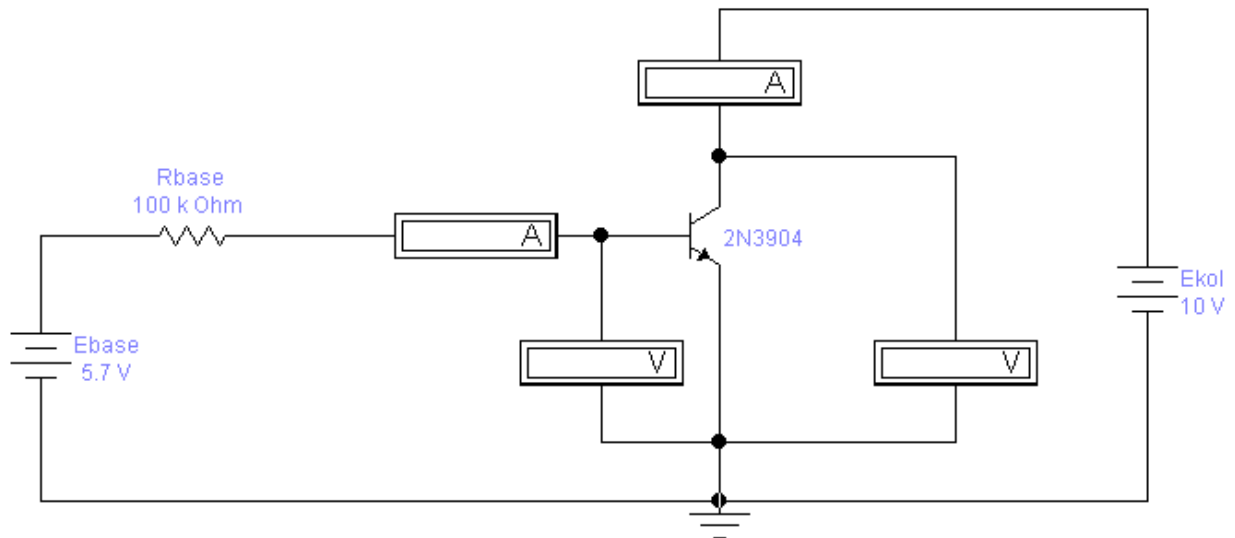

Рисунок 4.58 – Схема для дослідження статичних характеристик транзистора
9. Встановити у схемі (рис. 4.58) номінальне значення джерела ЕРС E_B рівним 0 В.
11. Провести у схемі (рис. 4.58) вимірювання струму колектора I_K для кожного значення E_K і E_B і заповнити таблицю 4.4.